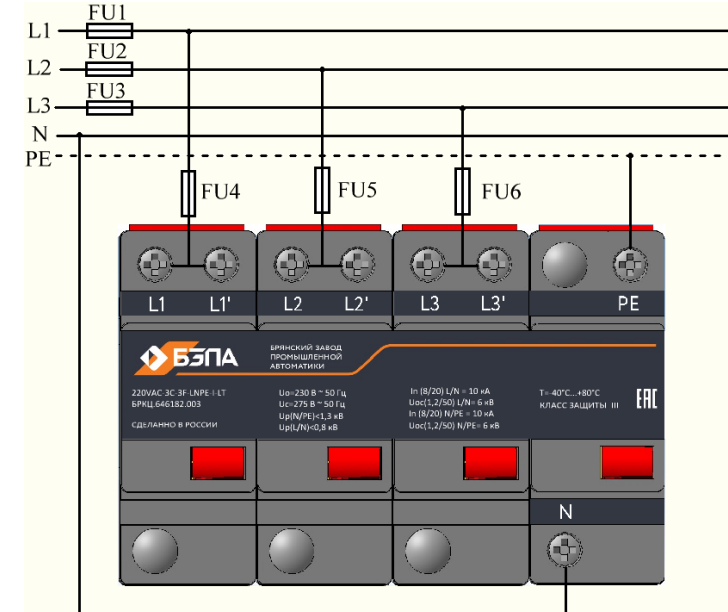

Рисунок 5 – Подключение УЗИП по параллельной схеме
1.5.7 Подключение УЗИП по параллельной схеме показано на рис. 5. Защитные предохранители FU1, FU2 и FU3 устанавливаются на вводе в электроустановку. Номинал дополнительных защитных предохранителей FU4, FU5 и FU6 25 А gG, устанавливаются если FU1, FU2 и FU3 больше 25 А gG.